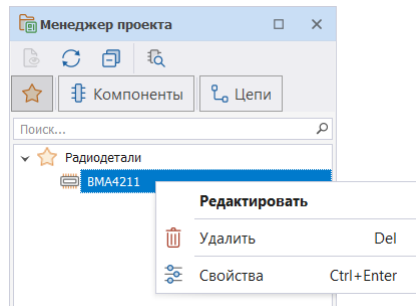

Рис. 49 Доступные действия для компонента
- Выбранный компонент будет добавлен во вкладку «Избранное» панели «Менеджер проекта». Из контекстного меню для компонента будут доступны следующие действия, Рис. 49.